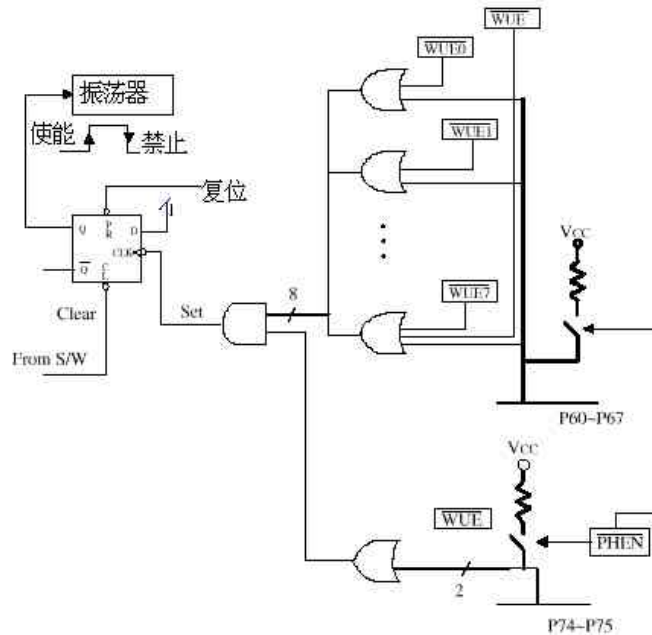

图5 I/O口休眠模式与唤醒电路框图
- * BIT4 (SLPC) 该位由唤醒信号下沿引起硬件触发置 1，由软件清 0。SLPC 用于控制振荡器的工作，在 SLPC 由高变低时振荡器被禁止（振荡器停振，单片机进入休眠模式 2），在 SLPC 由低变高时振荡器使能（单片机由休眠模式唤醒）。为了确保振荡器输出信号稳定，一旦振荡器再次起振，在执行下条指令前会有 18MS 左右的延时，唤醒后，如果 CODE OPTION 中 WDC 为“1”，则 WDT 将被使能。休眠模式 2 的输入唤醒方框图如图 5。
(A) 任一唤醒引脚为低电平, 如图 5。唤醒后继续从原处运行, 往下执行指令。在此情况下, 必须在进入休眠模式 2 之前设置要唤醒的引脚为输入状态, 要使能上拉电阻, 使能唤醒功能。特别要注意的是唤醒后, 若 C O D E O P T I O N 的 W T C 为 1, 则 W D T 使能。因此, 唤醒后 W D T 工作状态可能要重新设定。